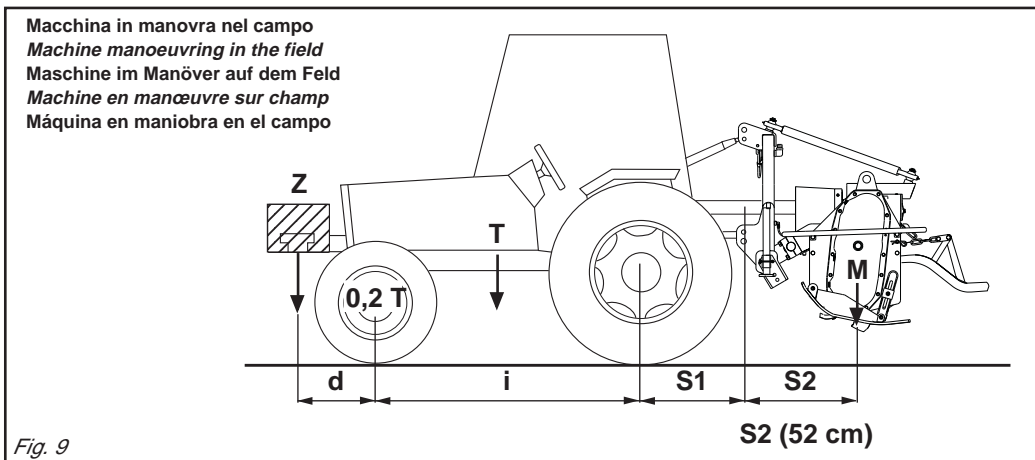

Fig. 9
3.5 VERIFICA CAPACITÀ DI SOLLEVAMENTO E STABILITÀ DELLA TRATTRICE ABBINATA ALLA MACCHINA (Fig. 9)
3.5 CHECK THE LIFTING CAPACITY AND STABILITY OF THE TRACTOR TO WHICH THE MACHINE IS HITCHED (Fig. 9)
3.5 PRÜFUNG DER HUBKRAFT UND STANDSICHERHEIT DES MIT DER MASCHINE VERBUNDENEN TRAKTORS (Abb. 9)
3.5 CONTROLE DES CAPACITÉS DE LEVAGE ET STABILITÉ DU TRACTEUR RELIÉ A LA MACHINE (Fig. 9)
3.5 CONTROL DE LA CAPACIDAD DE ELEVACIÓN Y LA ESTABILIDAD DEL TRACTOR ENGANCHADO EN LA MÁQUINA (Fig. 9)